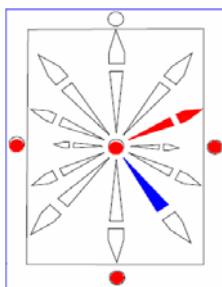

图3
3. 4. 1 a设置时间“时”：如（图3）蓝色部份闪烁，按“UP”键向上调整；长按“UP”键两秒以上则以8Hz的速度实现连加功能